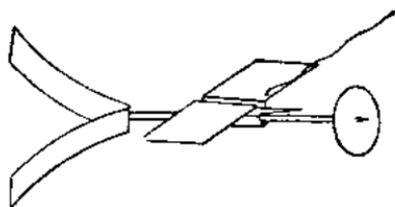

图 8
5. 把各零件套装在竹丝上就成图 8 的样子。尾翼可用钉书机钉住,也可用浆糊或胶水粘在竹丝上。这样,就做成了“响声飞机”。